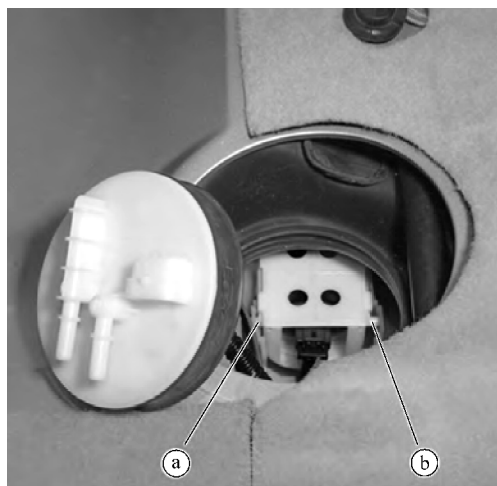

图 18-10 松开卡扣
7) 拨开固定点“a”处和“b”处的卡扣，向外抽出燃油泵总成，如图 18-10 所示。